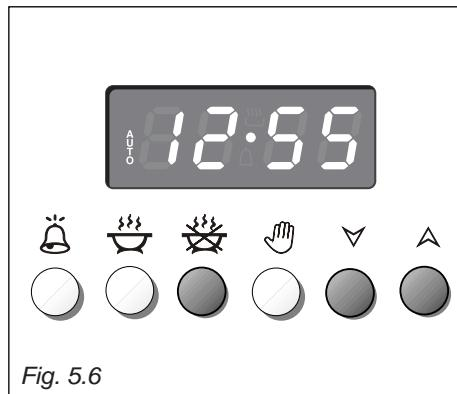

Fig. 5.6
2. Still inn tidspunktet for avsluttet tilberedning ved å trykke på (den allerede innstilte tiden vises i displayet). Still inn tilberedningsslutt med eller (Fig. 5.6).